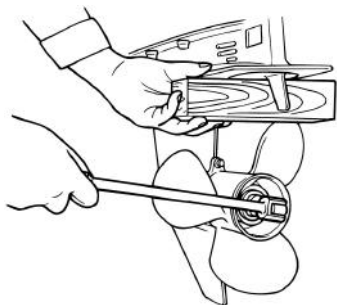

Рис. 61 Фиксация гребного винта с помощью деревянного бруска
2. Поместите деревянный брусок между винтом и антикавитационной пластиной чтобы предотвратить вращение гребного винта (Рис. 61).
3. Чтобы предотвратить вращение гребного винта поместите деревянный брусок между винтом и антикавитационной пластиной (Рис. 61) и затяните гайку гребного винта.